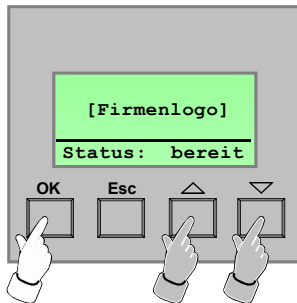

Bild 3: Grundzustand
2. Am Bluetooth Gateway ist der Einlern-Modus zu aktivieren. Dazu ist im Grundzustand des Gateways die Bedientaste "OK" oder eine der beiden Pfeiltasten zu betätigen (vgl. Bild 3).